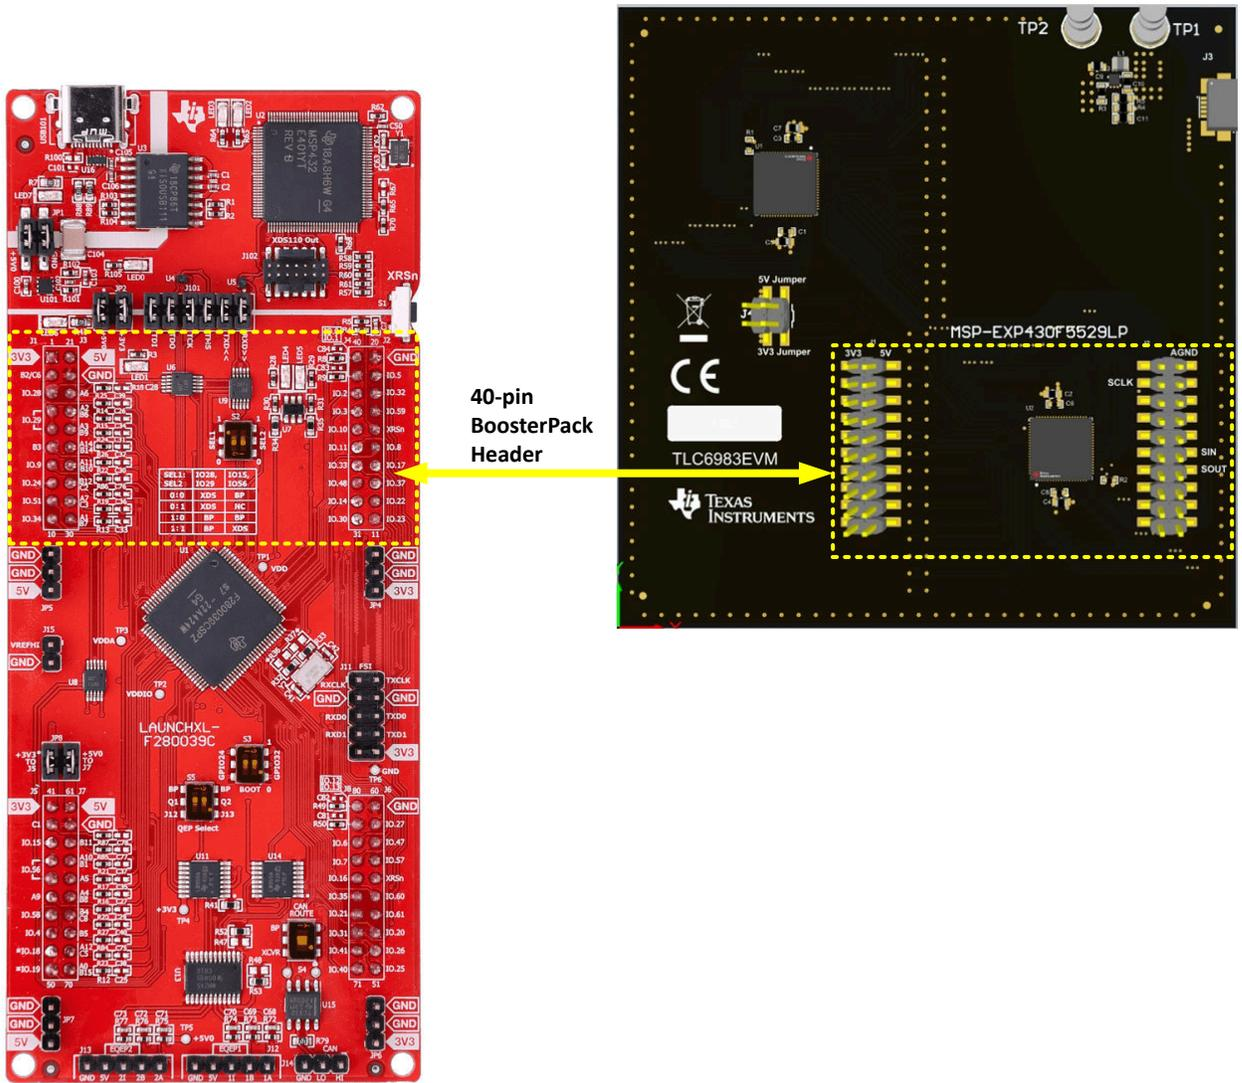

图 4-1. TLC6983EVM 和 TMS320F280039C LaunchPad
- 使用 TI Code Composer Studio 软件将代码下载到 TMS320F280039C LaunchPad。图 4-1 展示了连接方法。
- 将 BoosterPack 连接器 (EVM 板上的 J1、J2) 与 TMS320F280039C LaunchPad 连接。连接方法如 图 4-1 所示。